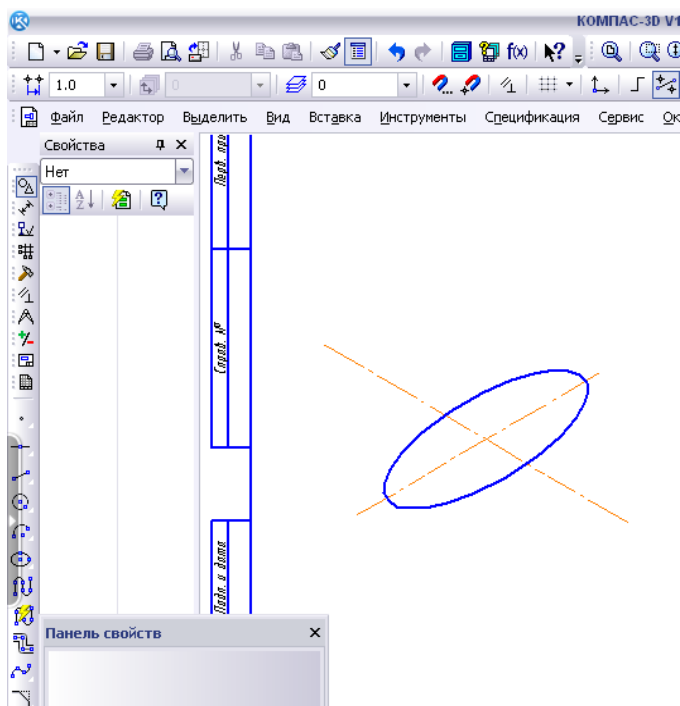

рис.23
12. Расположить эллипс по координатным осям (Нажмите левой кнопкой мыши на крайний левый или правый черный квадрат эллипса и потяните точки эллипса так, чтобы крайняя правая и левая точки располагались вдоль оси.) (рисунок 23)